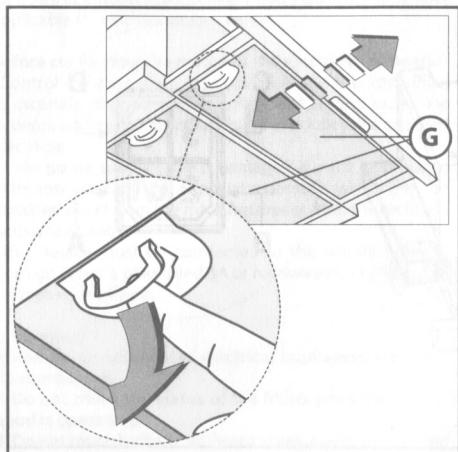

Fig.4
- Минимальная дистанция между опорной нагревающейся плоскостью и нижней частью кухонного дымососа должна быть не менее 65 см. Если применяется соединительная труба из двух и более частей, то верхняя часть должна располагаться снаружи нижней части. Не соединять выброс из вытяжки с каналом циркуляции горячего воздуха или с каналом, используемым для отвода дыма от устройств, запыляемых иной энергией кроме электрической. Перед тем как приступить к сборке устройства, для облегчения его монтажа отсоедините фильтр/жироулавливающий фильтр (Рис.4).